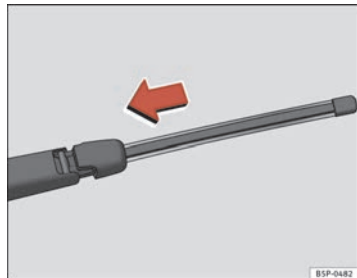

Abb. 150 Heckwischerblatt einsetzen
- Das Wischerblatt wie in ⇒ Abb. 150 angezeigt festhalten und den Adapter so lange schieben, bis er einrastet.